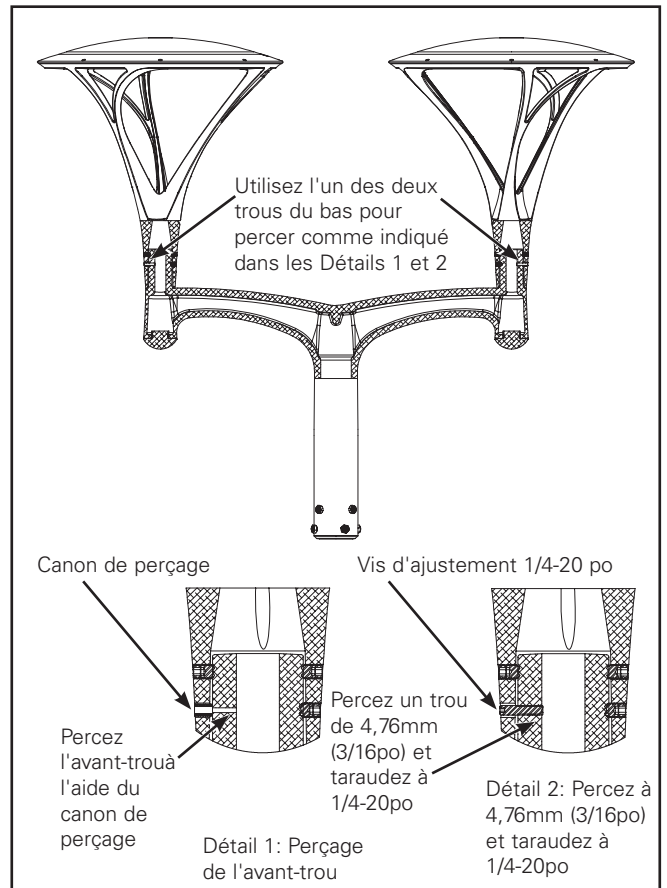

Figure 13.
- Utilisez l'un des deux trous du bas des luminaires comme gabarit pour percer un avant-trou dans les tenons du bras double (deux emplacements sur le bras, un pour chaque tenon). Utilisez le canon de perçage fourni et insérez-le dans l'un des trous du bas du luminaire et percez un avant-trou de 4,76mm (3/16po) dans le tenon à travers la bague. Continuez de percer jusqu'à ce que le trou atteigne la paroi du tenon d'un côté. (Figure 13.)
- Retirez le canon de perçage et utilisez une mèche de 4,76mm (3/16po) pour agrandir l'avant-trou. Taraudez ce trou jusqu'à atteindre un filetage UNC de 1/4-20po. (Figure 13.)
- Utilisez les vis d'ajustement de 1/4-20po x 3,18cm (1-1/4po) fournies pour le trou percé dans l'étape 8 (Figure 13) et resserrez jusqu'à ce que la vis soit alignée avec la surface externe de l'emplacement. Installez cinq vis d'ajustement de 3/8-24po x 9,52mm (3/8po) afin de maintenir chaque luminaire au tenon du bras et serrez-les selon un couple de 1,25N-m (15pi-lb).